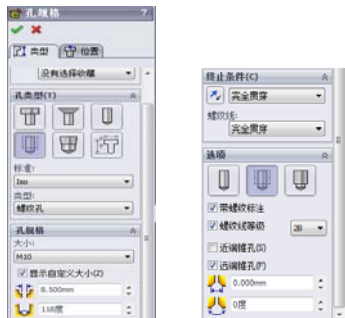

图 4-13 螺纹孔参数设置
3. 在[孔规格]属性管理器中, 选择[螺纹孔]选项 , 对螺纹孔的参数进行设置, 如图 4-13 所示。